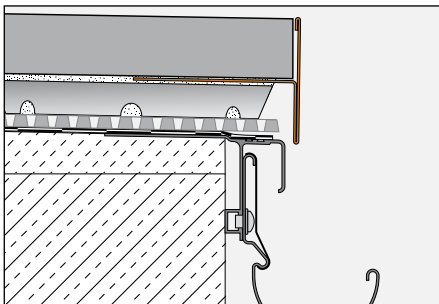

Abb. 3
- 3.3 Bei der Verwendung der Stelzlager Schlüter®-TROBA-STELZ-MR (Abb. 3) wird das Profil Schlüter®-BARA-RT in